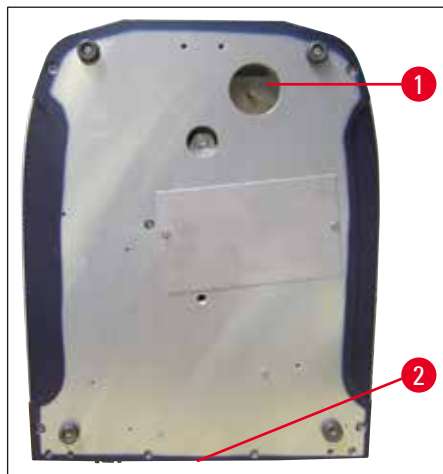

図 7
- 装置表面：(→ 図 7)。
- ドレインチューブ (→ 図 7) を装置底部 (→ 図 7-1) に接続します。